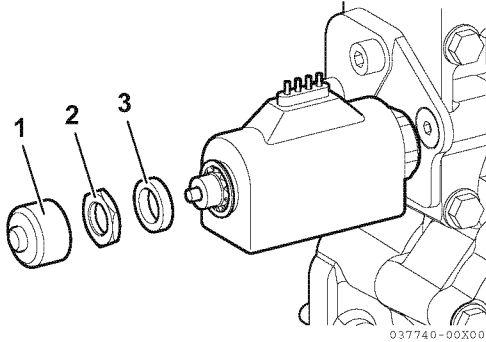

Figura 11
1. A motore(i) spento(i), rimuovere il tappo, (1, **Figura 11**), il dado (2, **Figura 11**) e il collare (3, **Figura 11**).